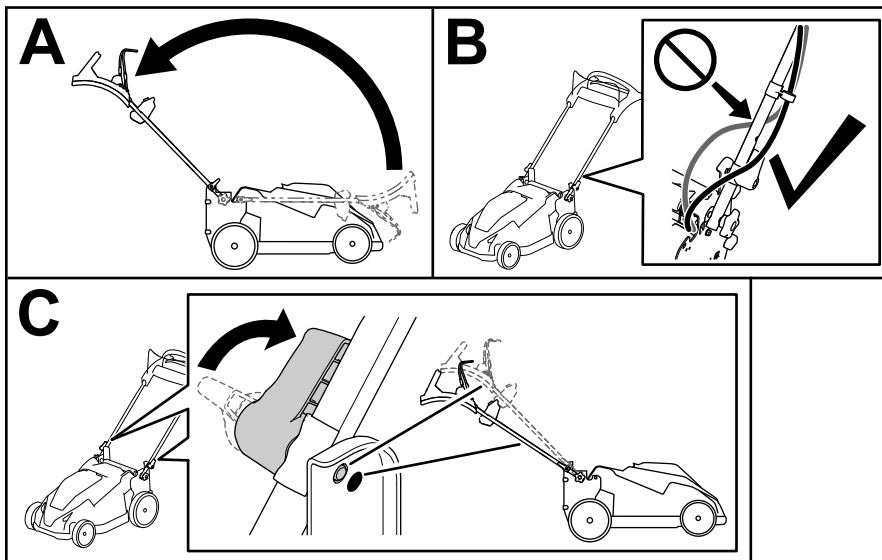

Figure 6
1. Ramenez le guidon en arrière en position d'utilisation (A de Figure 6).
2. Vérifiez que les câbles passent bien devant le guidon (B de Figure 6).
3. Engagez le verrou du guidon jusqu'à ce que la goupille s'enclenche en place et verrouille le guidon en position d'utilisation (C de Figure 6).